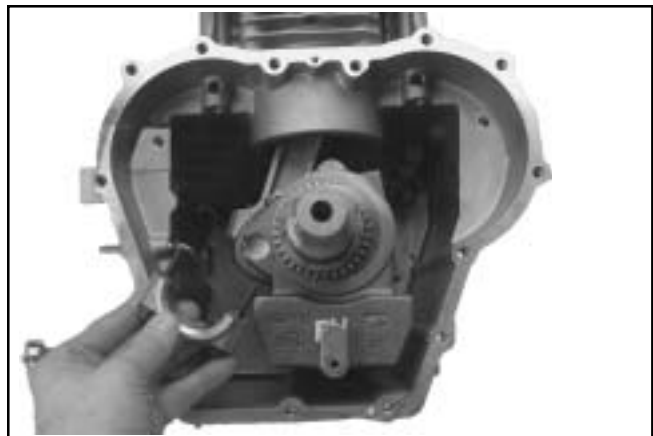

Figura 8-44. Desmontaje del sombrerete de la biela.
2. Desmonte los dos tornillos hexagonales con resalte y el sombrerete de la biela. Ver Figura 8-44.